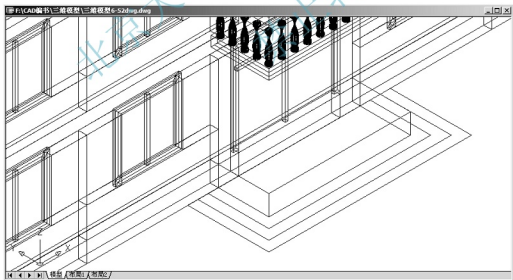

图 6.60 拉伸最里面的矩形
(1) 执行菜单栏中的【绘图】|【实体】|【拉伸】命令。
① 在**选择对象**: 提示下, 选择最里面的矩形。
② 在**指定拉伸高度或[路径(P)]**: 提示下, 输入“600”, 表示向 Z 轴正方向拉伸 600mm。
③ 在**指定拉伸的倾斜角度 <0>**: 提示下, 按 Enter 键, 表示拉伸的倾斜角度为 0, 结果如图 6.60 所示。